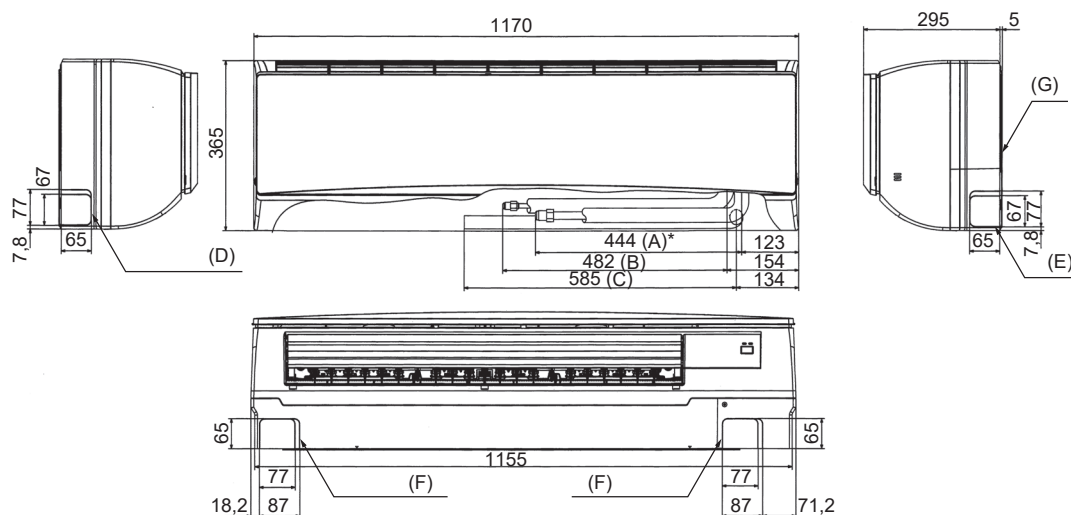

Abb. 4-3
4.4. Anordnung der Kältemittel- und Ablabrohrleitungen (Abb. 4-3)
- (A) Gasrohr * Verweist auf den Zustand mit angeschlossenem Zubehör.